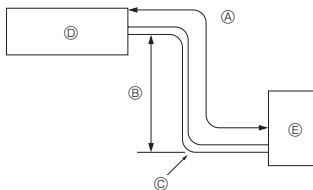

Fig. 2-1
2.1. Conductă pentru agentul frigorific (Fig. 2-1)